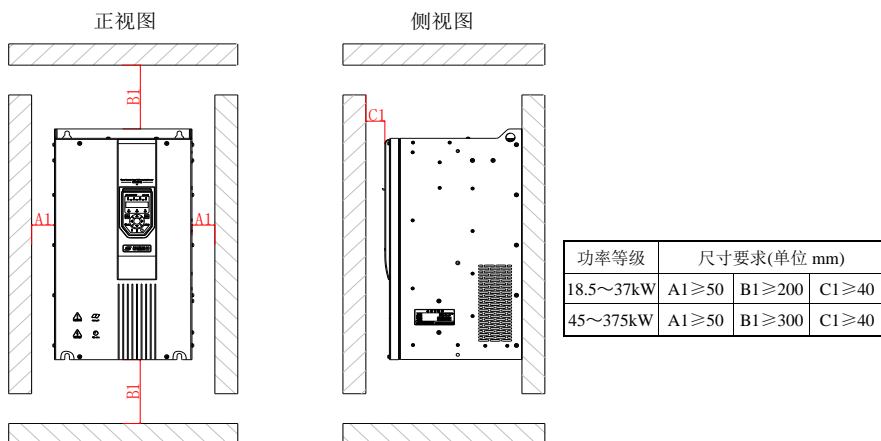

图 3-2 单台机器(Hope530G18.5T6~Hope530G375T6)安装间隔
- 安装空间要求如图 3-2 所示, 需保证变频器有足够的散热空间, 预留空间时请考虑柜内其它器件的散热情况;